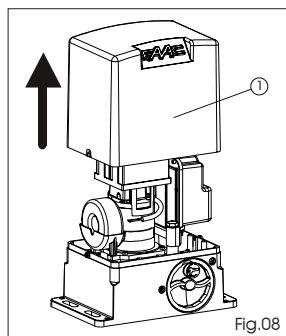

Fig.08
- 1- Extraiga el cárter, Fig. 08 ref. 1.